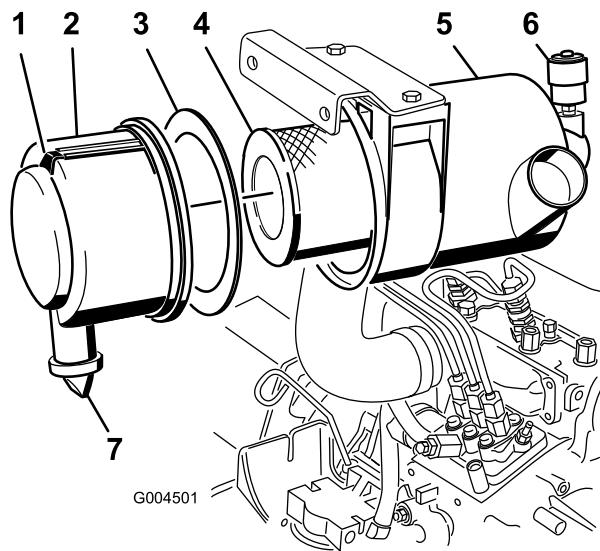

Figure 58
- Faites l'entretien du filtre à air quand l'indicateur de colmatage (Figure 58) est rouge ou toutes les 400 heures (plus fréquemment si vous travaillez dans une atmosphère extrêmement poussiéreuse ou sale). N'effectuez pas l'entretien du filtre à air trop souvent.
- Tirez le verrou vers l'extérieur et tournez le couvercle du filtre à air dans le sens anti-horaire (Figure 58).
- Déposez le couvercle du corps du filtre à air (Figure 58).
- Déposez et remplacez l'élément principal (Figure 58).
- Vérifiez que le joint en mousse est en place dans le couvercle et qu'il n'est pas déchiré ou endommagé (Figure 58). Remplacez-le s'il est endommagé.
A. Retirez la valve de sortie en caoutchouc du couvercle (Figure 58).
- Réarmez l'indicateur de colmatage (Figure 58) s'il est rouge.